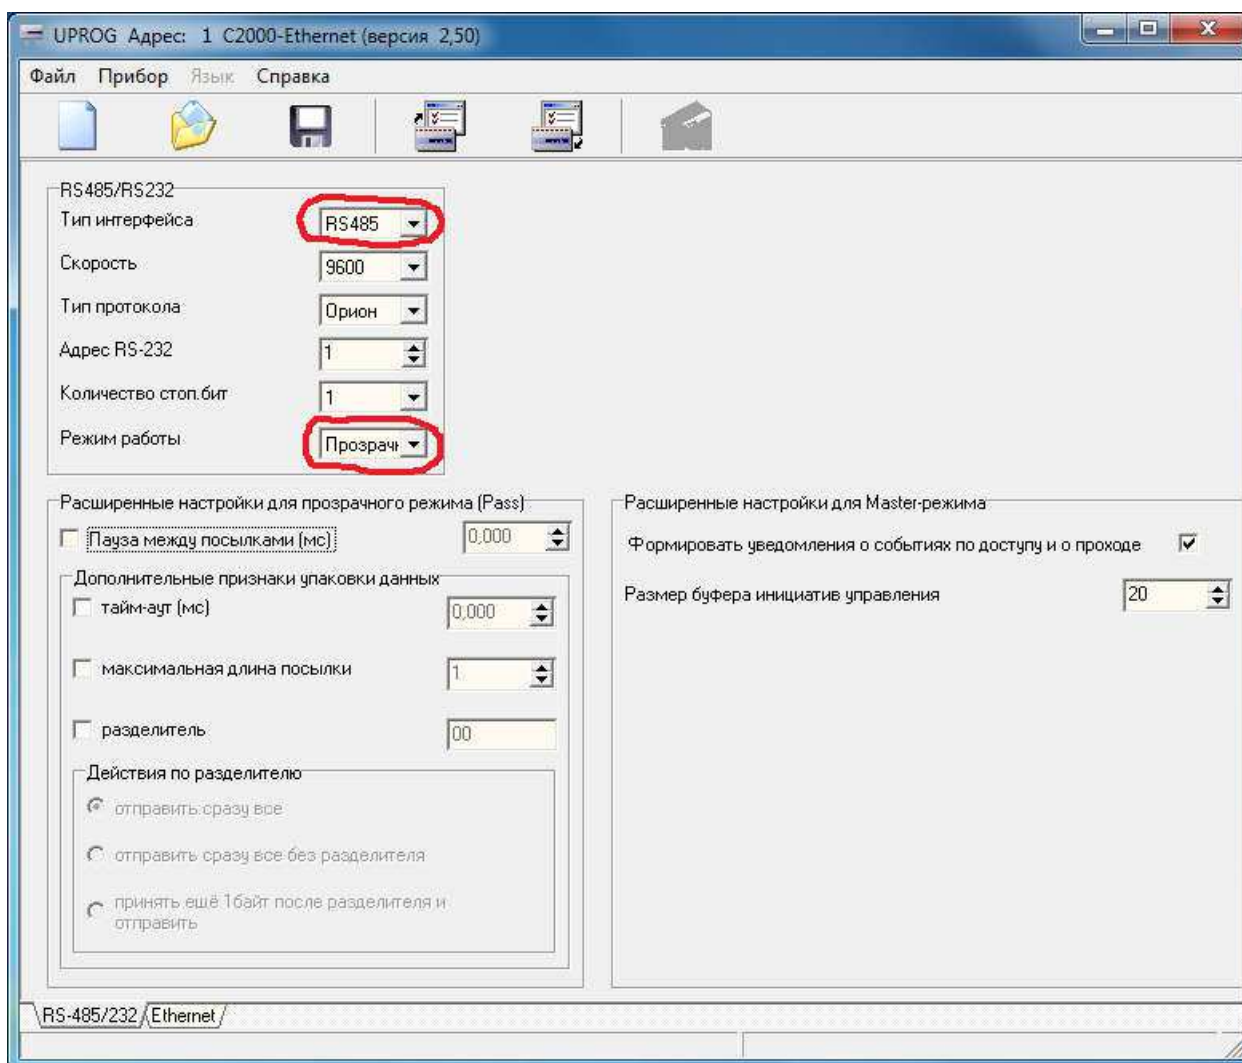

Рис.9. Настройка параметров C2000-Ethernet для конфигурирования контроллера доступа C2000-2.
- 4) Запустить программу UProg. Выполнить пункт меню «Прибор→Чтение конфигурации из прибора». В отрывшемся окне указать номер COM-порта, выполнить поиск и считать конфигурацию C2000-Ethernet. На закладке с параметрами RS-485/232 установить параметр «Интерфейс = RS-485» и «Режим работы = прозрачный» (см. рисунок 9);